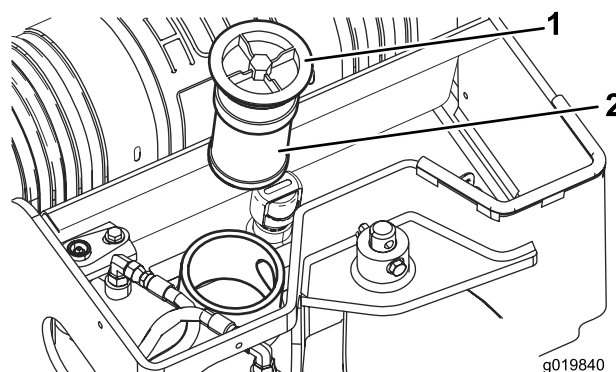

Figure 58
5. Nettoyez la surface autour du goulot de remplissage du réservoir hydraulique et enlevez le bouchon et le filtre du goulot de remplissage à l'aide d'une clé (Figure 58).